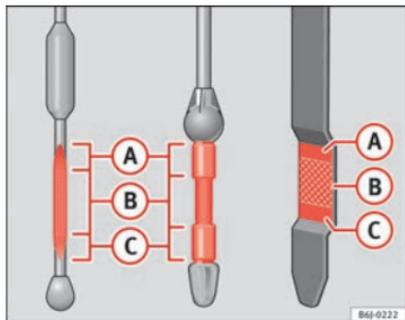

Fig. 133 Varilla de medición del nivel de aceite
- A continuación, vuelva a extraerla y compruebe el nivel de aceite ⇒ fig. 133. En caso necesario, reponga aceite del motor.